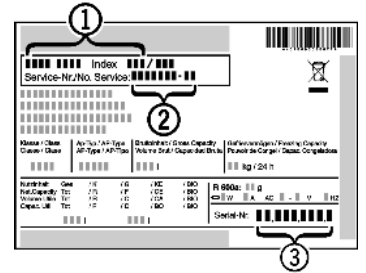

Fig. 13
- ▶ Обратитесь в сервисную службу и сообщите вид неисправности, наименование устройства Fig. 13 (1), сервисный № Fig. 13 (2) и серийный № Fig. 13 (3).